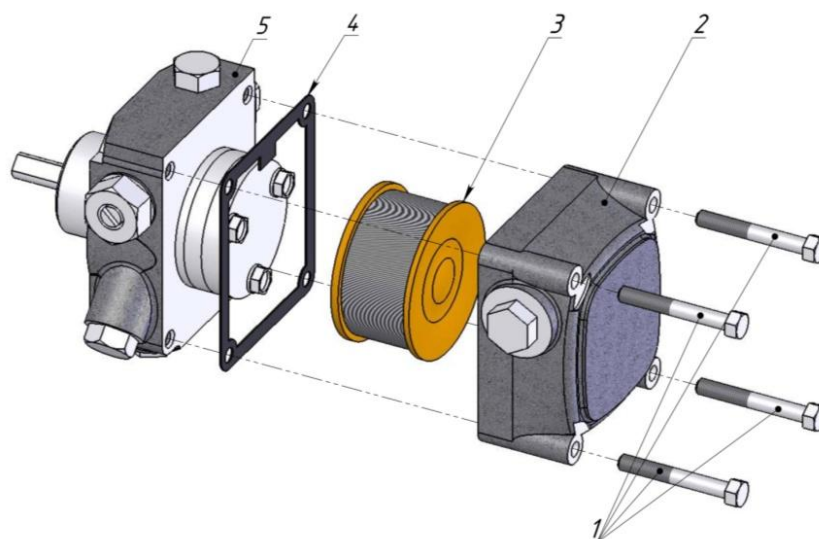

Рис. 20. Схема разборки насоса
7. Проверка загрязнения фильтра топливного насоса (Рис.20) и фильтра тонкой очистки (Рис.21).
| 3 | Замена картриджа фильтра тонкой очистки Рис.20 поз.3 | Ежемесячно | Дать картриджу пропитаться не менее 20 минут. |
Для выполнения технического обслуживания топливного насоса (Рис. 20) необходимо открутить 4 болта 1, снять крышку насоса 2 и прокладку 4, провести ежемесячный регламент работ по очистке фильтра 3.
Для сборки насоса (Рис. 20) необходимо установить прокладку насоса 4 на нагнетательный узел 5, фильтр 3 установить в крышку 2, все смонтировать болтами 1 в соответствующие пазы корпуса насоса.
Корпус насоса проверяется на наличие механических повреждений, масляных подтеков со стороны прокладки 4, а также проверяется герметичность болтовых соединений 1 (Рис. 20).
Очистка топливного насоса проводится ежемесячно, при сильном загрязнении топлива – еженедельно в течение всего отопительного сезона, предварительно демонтировав его, согласно пункту 4.5.1 (Рис. 20), в виде продувки фильтра сжатым воздухом. После сбора насоса, согласно пункту указанному выше, необходимо промыть его дизельным топливом.